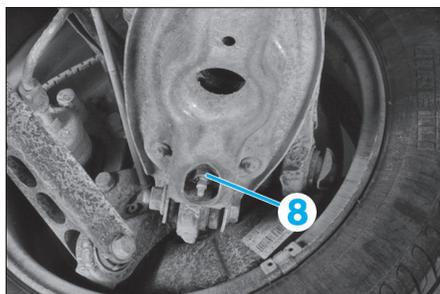

Fig. 40
- Déposer l'écrou (8), tout en maintenant au niveau du six pans si nécessaire (Fig.40).